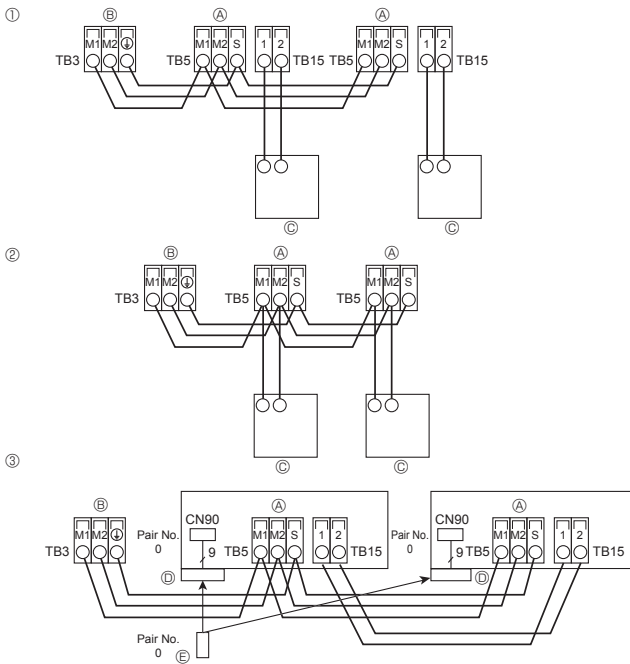

Fig. 5-3
5.4. Anschluß der Fernbedienungs-, Innen- und Außenübertragungskabel (Fig. 5-3)
① MA-Fernbedienung
② M-NET-Fernbedienung
③ Drahtlose Fernbedienung (bei Einbau eines Funksignalempfängers)